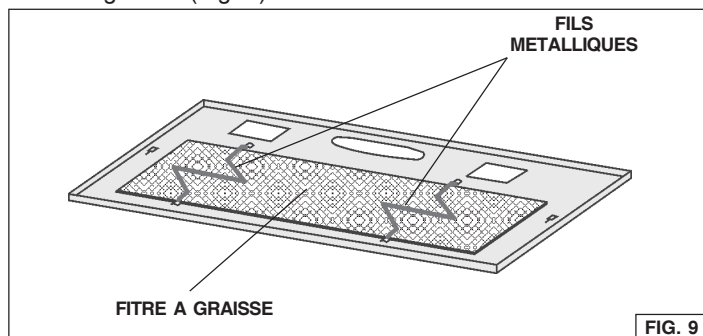

FIG. 9
1. Otez les fils métalliques (Fig. 9) et jetez-les.
Pour enlever le filtre à graisse ôtez la grille en enlevant les 2 attaches latérales "A" (Fig. 2); enlevez les fils métalliques puis le filtre à graisse (Fig. 9).